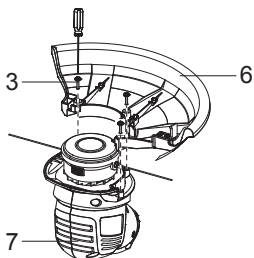

Fig. 2
- > Monte la Guarda de protección (6) en el Cabezal del cortabordes (7). Para ello, alinee los orificios de los tornillos presentes en la guarda de protección con los orificios roscados presentes en el cabezal. Seguidamente, fije la guarda en su sitio utilizando los tres (3) Tornillos suministrados (Fig. 2).